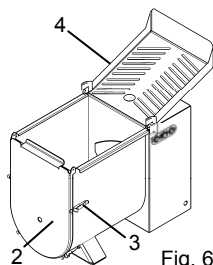

Fig. 6.4.2
- Terminada la operación, bajar el frontal anterior "2" Fig. 6.3.7 y bloquearlo cerrando las bisagras "3" Fig. 6.4.2.
- Bajar la rejilla superior "4" Fig. 6.4.2.